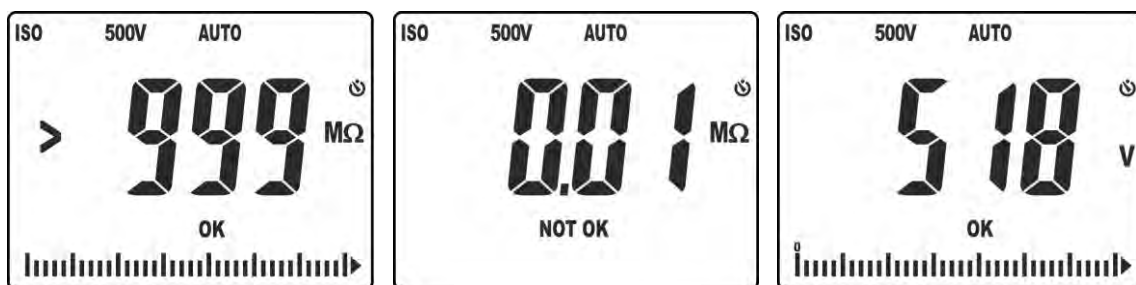

Abb. 18: Mögliche Ergebnisse der Isolationsmessung im Betriebsmodus AUTO
10. In der Abb. 18 – linkes Bild wird der Wert des Isolationswiderstands (">999" MOhm) mit positivem Ergebnis "OK" angegeben (hier ist der Wert höher als der eingestellte Grenzwert). In der Bildschirmseite in der Abb. 18 – rechte Seite wird der Wert des Isolationswiderstands mit negativem Ergebnis "NOT OK" angegeben (Wert niedriger als der eingestellte Grenzwert).